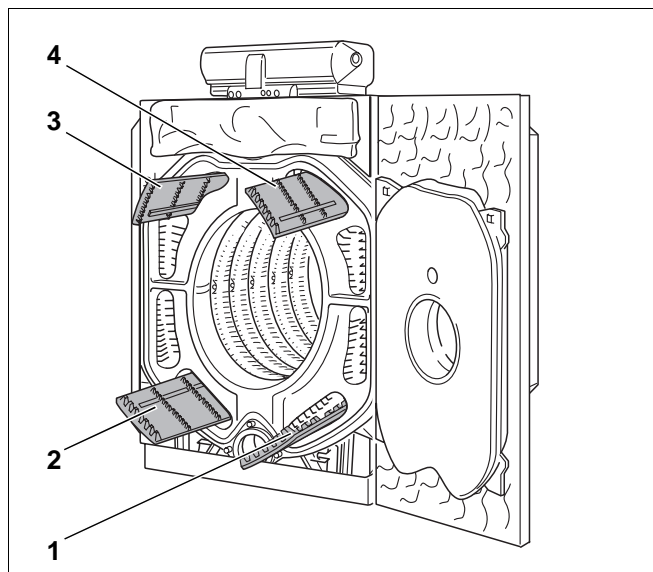

Рис. 55
- Направляющие пластины дымового газа вынуть вперед из газоотводящих каналов (рис. 55, **поз. 1 – 4**).